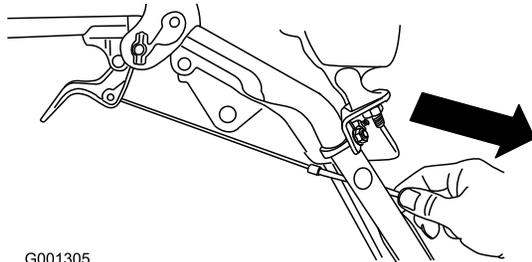

Bild 9
4. Ziehen Sie den Kabelmantel vorsichtig nach unten, bis der Radkuppelungshebel unten ist, und das Kabel kein Spiel mehr hat. Ziehen Sie dann die Mutter an der Kabelklemme fest (Bild 9).